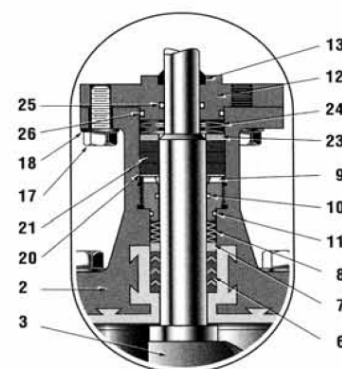

Рисунок 4
1. Выкрутите винты (17), затем снимите шайбы (18) и соединительный фланец привода (12). В случае моделей с защитным сальником (рисунок 4) снимите дисковые пружины (24), верхнее кольцо сальниковой коробки (23), кольца сальника (21) и кольцо основания (20).
(1) См. рисунок 4.